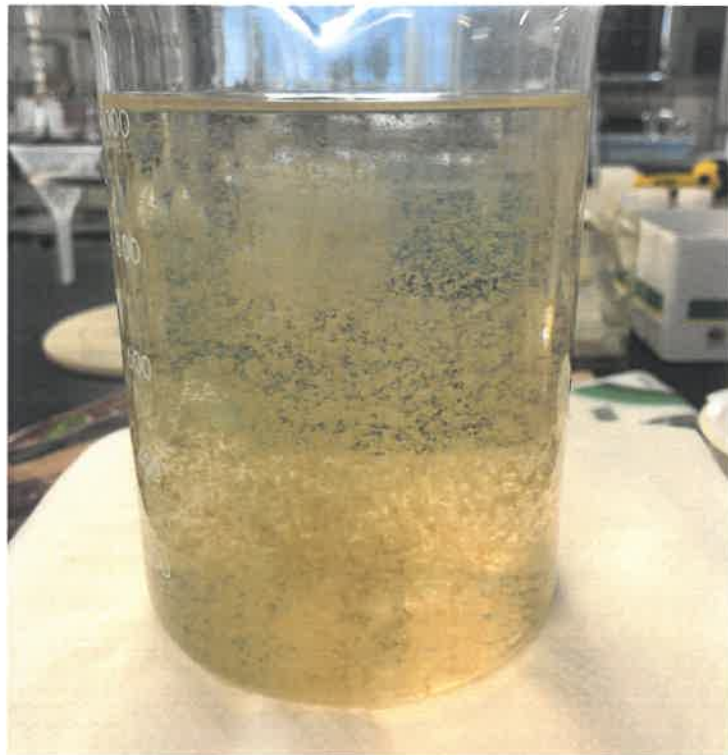
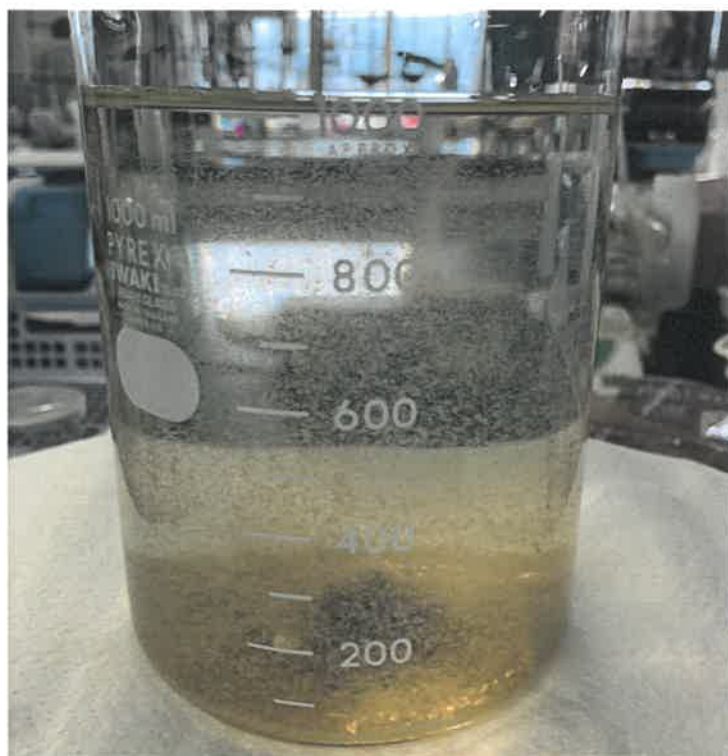

図 1 多硫化カルシウム 0.1g およびポリシリカ鉄 0.1g 添加攪拌状況
図 2 高分子凝集剤 0.1g 添加攪拌後
- (1) クロム標準液 (1000mg/L) を 0.75mL, 鉛標準液 (1000mg/L) を 0.15mL およびヒ素標準液 (100mg/L) 1.5mL を 1000mL のメスフラスコに入れ、水道水で 1000mL に定容したものを模擬排水とした。
- (2) 模擬排水の全量を 1000mL のビーカーに移し入れ、多硫化カルシウム 0.1g とポリシリカ鉄 0.1g を同時に添加し、あらかじめビーカーに入れた回転子とマグネットスターラーを用いて、3 分間攪拌した (図 1)。
- (3) (2) の操作後の模擬排水にポリシリカ鉄 0.15g を添加し、3 分間攪拌後、5 分間静置した。
- (4) (3) の操作後の模擬排水に高分子凝集剤 0.1g を添加し、3 分間攪拌後、5 分間静置した (図 2)。
- (5) (4) の模擬排水の一部 (300mL 程度) を 5C ろ紙で自然ろ過したものを硫化物イオンおよび pH 用の検液とし、さらに模擬排水の一部 (500mL 程度) を 0.45 μ m メンブランフィルターで吸引ろ過したものを六価クロム、鉛、ヒ素用の検液とした。